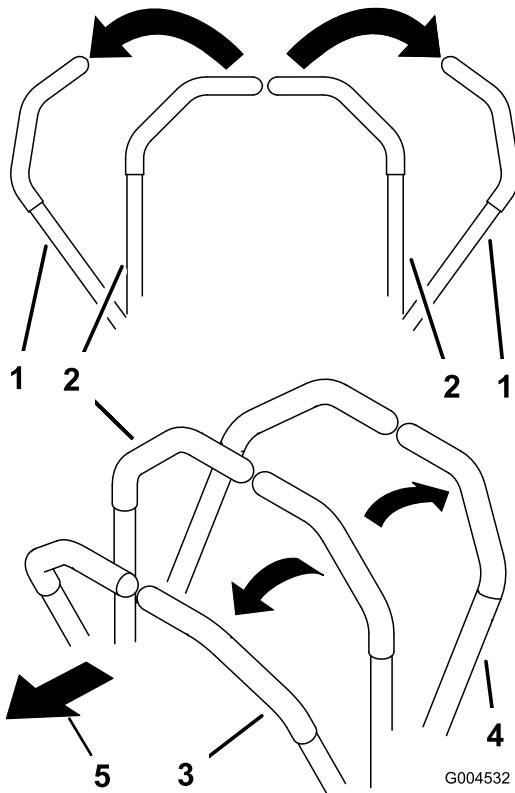

Bild 19
1. Schieben Sie die Steuerhebel in die arretierte Neutral-Stellung (Bild 19).